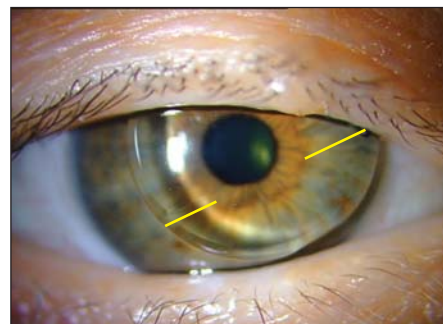

Figura 53:
- › si decentra lateralmente e nasalmente (come in Figura 53), l'applicazione potrebbe essere stretta